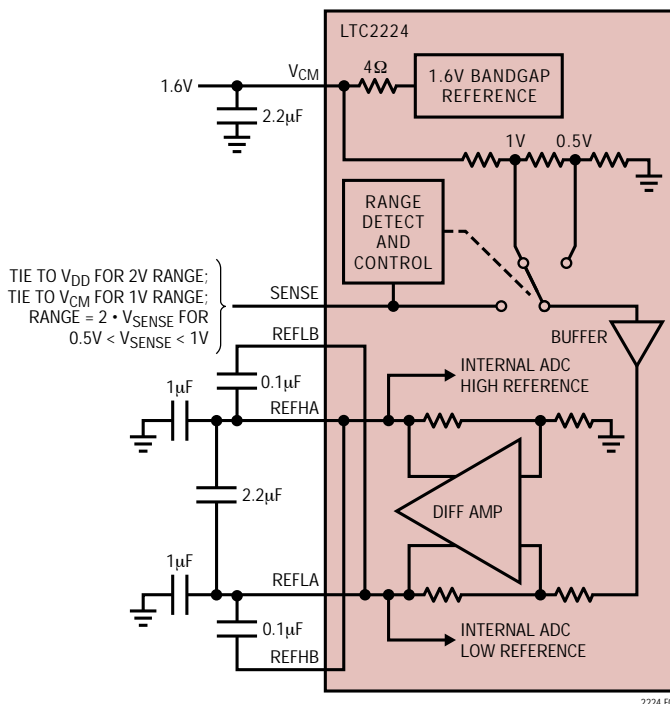

図9 . 等価リファレンス回路
1.6Vのバンドギャップ・リファレンス、差動アンプ、およびスイッチング制御回路で構成されるLTC2224のリファレンス回路を図9に示します。内部電圧リファレンスはピンで選択可能な2V(差動±1V)または1V(差動±0.5V)の2つの入力レンジに設定することができます。SENSEピンを V_{DD} に接続すると2Vレンジが選択され、SENSEピンを V_{CM} に接続すると1Vレンジが選択されます。
REFLAとREFLBです。複数の出力ピンはパッケージのインダクタンスを減らすために必要です。図9に示されているように、バイパス・コンデンサを接続する必要があります。